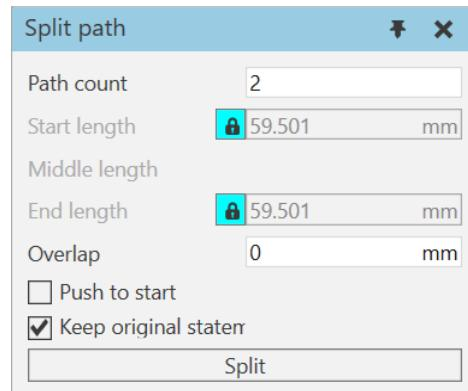

Рисунок 91 – Вкладка Split path
- При выборе инструмента открывается вкладка Split path. Вкладка позволяет выбрать параметры для разделения по мере необходимости (рис.91).